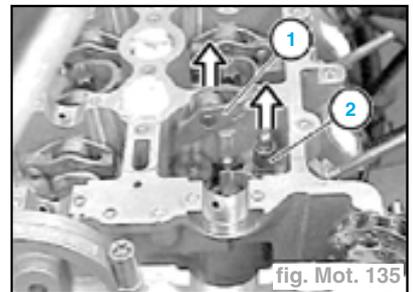
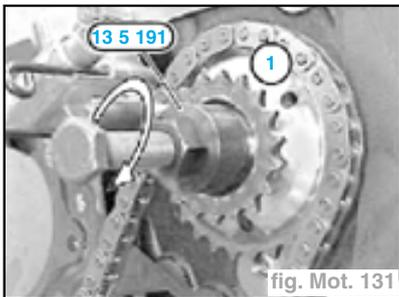

fig. Mot. 135
fig. Mot. 131
- Mettre en place l'outil 13 5 191 et extraire le pignon (1) avec la chaîne (fig. Mot. 131).
- Déposer les basculeurs (1) les uns après les autres et contrôler la mobilité des rouleaux.
- Déposer les éléments HVA de rattrapage de jeu (2) (fig. Mot. 135).